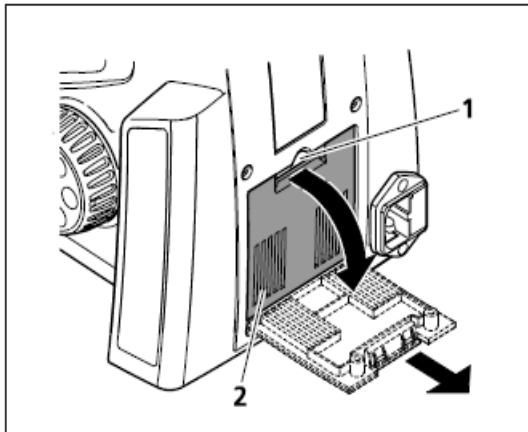
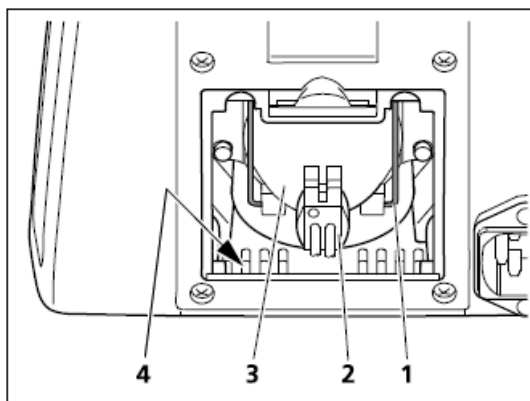

图. 3-16 拆除盖板
图. 3-17 拆除 LED 灯泡
- I 向下按下盖板(图 3-16/2)上夹爪(图 3-16/1),向下摆动盖板,从主机后滑槽(图 3-17/4)处取出盖板,放置在一边
- I 从照明系统(图 3-17/3)上拔下灯泡的连接线头(图 17/2)
- I 更换灯泡时,取出照明系统(图 3-17/3)
- I 放入盖板(图 3-16/2)的下脚到主机滑槽中(图 3-17/4),向上将盖板按入至夹爪卡(图 3-16/1)住盖板.